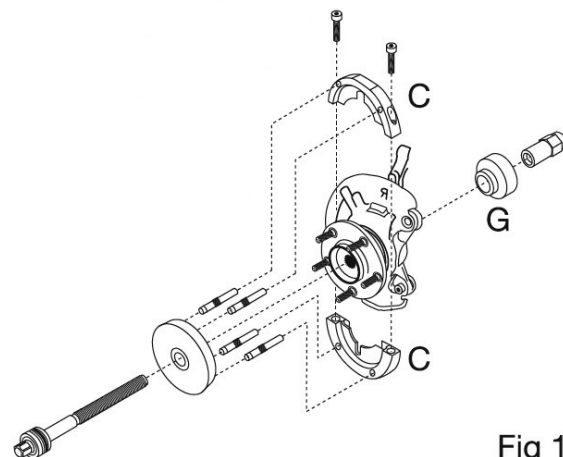
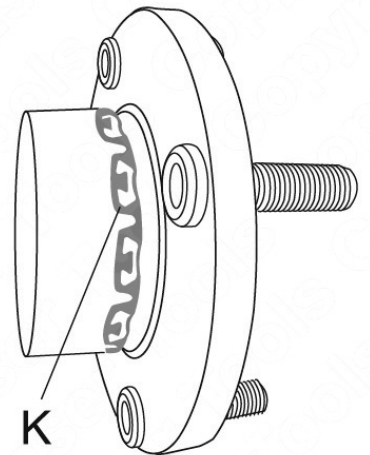

Fig 1
Fig 4
- Assemblez les demi-colliers de dépose (C) sur le roulement/la bride ; reportez-vous à l'illustration (Fig. 1). Faites attention à aligner les encoches avec le capteur ABS. Fixez solidement avec les vis de fixation (D) fournies.
- Montez les 4 broches de force (E) sur la plaque de pression (B). Le joint torique caoutchouc sur la broche de force va l'immobiliser dans la cavité de la plaque de pression.
- Par l'arrière, mettez en place l'adaptateur d'extraction (G) au-dessus de l'extrémité de la vis de force. L'extrémité à bague vers la vis de force — reportez-vous à la fig. 1
- Fixez l'outil assemblé avec l'écrou de la vis de force (F). La longue extrémité filetée de l'écrou de la vis de force doit être mise vers la vis de force — reportez-vous à la fig. 1.
- Pour retirer le roulement/la bride, maintenez l'écrou de pression (F) fermement avec une clé de 30mm tout en tournant la vis de force avec une douille de 22mm et une poignée articulée ou une poignée à cliquet longue. (n'utilisez pas d'outils pneumatiques)
- Fixez l'outil assemblé avec l'écrou de la vis de force (F). La longue extrémité filetée de l'écrou de la vis de force mise vers la vis de force — reportez-vous à la fig. 1.
- Pour faire entrer le nouveau roulement/la nouvelle bride, maintenez l'écrou de pression (F) fermement avec une clé de 30mm, tout en tournant la vis de force avec une douille de 22mm et une poignée articulée ou une poignée à cliquet longue (n'utilisez pas d'outils pneumatiques).
- Faites tourner la vis de force jusqu'à ce que le roulement/la bride soit bien à fond. Après montage, assurez-vous que les tenons de la bague de fixation cannelée K sont correctement en place dans la rainure de retenue. Voir la fig. 4